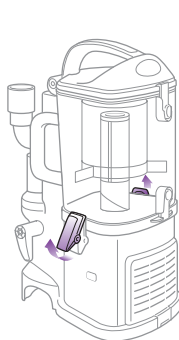

Fig. 18
- 1 Destrahe los ganchos de los costados del recipiente de la tierra levantándolos hacia arriba y hacia fuera para separar el recipiente de la tierra de la base del motor. **(Fig. 18)**